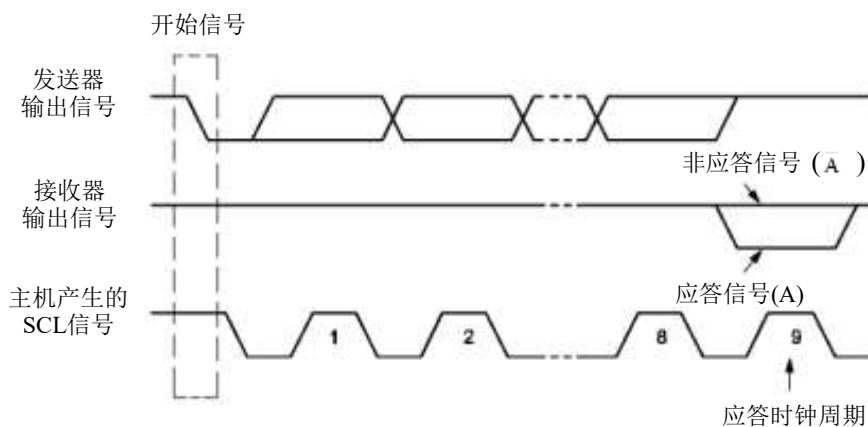

Figure 15-5 IIC 总线的应答信号
重新开始信号 (Repeated START): 在 IIC 总线上，由主机发送一个开始信号启动一次通信后，在首次发送停止信号之前，主机通过发送重新开始信号，可以转换与当前从机的通信模式，或是切换到与另一个从机通信。如 Figure15-5 所示，当 SCL 为高电平时，SDA 由高电平向低电平跳变，产生重新开始信号，它的本质就是一个开始信号。
应答信号 (A): 接收数据的 IIC 在接收到 8 位数据后，向发送数据的 IC 发出的特定的低电平脉冲。每一个数据字节后面都要跟一位应答信号，表示已收到数据。应答信号在第 9 个时钟周期出现，这时发送器必须在这一时钟位上释放数据线，由接收设备拉低 SDA 电平来产生应答信号，由接收设备保持 SDA 的高电平来产生非应答信号 (\bar{A})，如 Figure15-5 所示。所以，一个完整的字节数据传输需要 9 个时钟脉冲。如果从机作为接收方向主机发送非应答信号，这样，主机方就认为此次数据传输失败；如果是主机作为接收方，在从机发送器发送完一个字节数据后，发送了非应答信号，从机就认为数据传输结束，并释放 SDA 线。不论是以上哪种情况都会终止数据传输，这时，主机或是产生停止信号释放总线，或是产生重新开始信号，开始一次新的通信。开始信号、重新开始信号和停止信号都是由主控制器产生，应答信号由接收器产生，总线上带有 IIC 总线接口的器件很容易检测到这些信号。